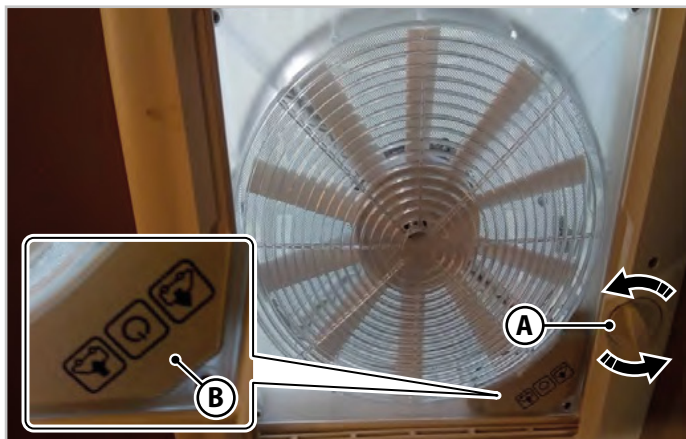

Fig.6.5 - Hyttventil med öppningsratt
Genom att vrida på öppningsratten (A-Fig.6.5) i båda rotationsriktningarna höjs hyttventilen (för öppning) eller sänks (för stängning). Hyttventilens öppning kan justeras till valfritt mellanläge.
För att använda ventilations- och sugfunktionen öppnar du hyttventilen med handratten (A-Fig.6.5) och väljer ventilationsfunktionen med luftintag (IN) eller sug (OUT) med knappsatsen (B-Fig.6.5).